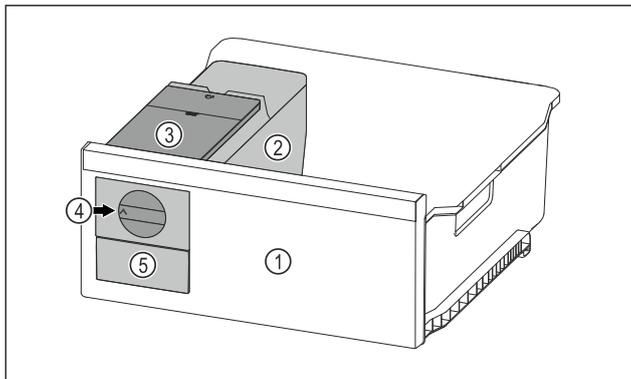

Fig. 70 Ілюстративне зображення
- ▶ Поворотну ручку Fig. 70 (4) повернути за годинниковою стрілкою до упору.
- ▶ Кубики льоду випадають із ванночки для кубиків льоду у висувний ящик для кубиків льоду Fig. 70 (5). Якщо не всі кубики льоду виймаються з ванночки для кубиків льоду: